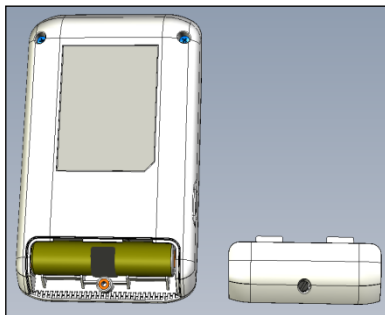
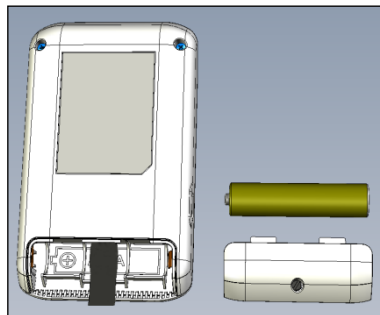

Fig. 1a
Fig. 1b
- 7.2.1. Para instalar o sustituir la pila, desatornille y retire la tapa del compartimento de la pila ubicado en la parte trasera del dispositivo (fig. 1a). Retire la pila antigua (en su caso) utilizando la tira de tela incorporada; introduzca la pila nueva de acuerdo con las indicaciones de polaridad anotadas en el interior del compartimento de la pila (fig. 1b), recoleque la tapa y asegure el tornillo.